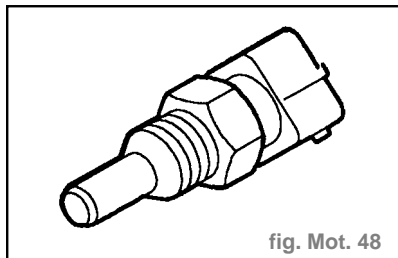

fig. Mot. 48
- Sonde de température d'huile (fig. Mot. 48) :